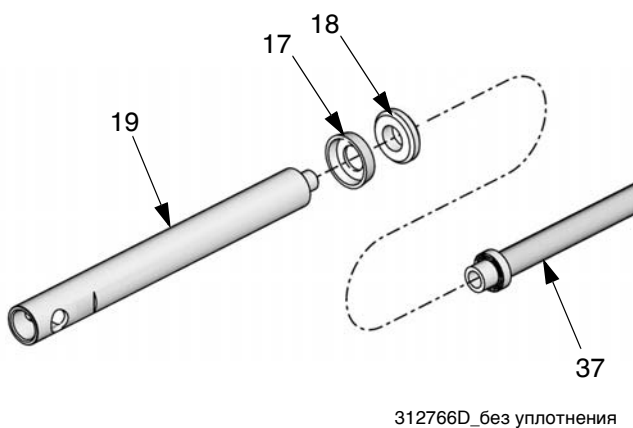

Рис. 17
1. Смажьте уплотнительную набивку (17) и подшипник (18) консистентной смазкой № 2 на литиевой основе.
2. Установите подшипник (18) и манжетную набивку (17) кромками вниз на соединительный шток насоса (37). См. Рис. 17.